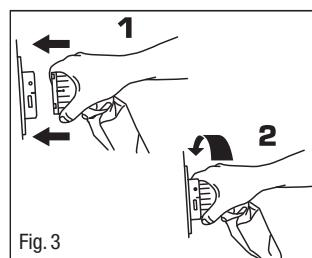

Fig. 3
5. Fastgør luftslangen til strømforsyningen ved at fluge den sorte streg på luftslangens forbindelsesled med den sorte streg på stikket til strømforsyningen og skub dem derefter mod hinanden. Drej madrassens slangeforbindelsesled med uret indtil den grønne indikator kommer til syne i indikatoråbningen på strømforsyningens forbindelsesled. (Fig 3).